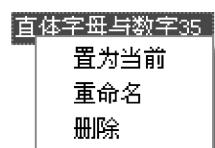

图 9-7 快捷菜单
8) 【置为当前】按钮。将在【样式 (S)】列表框中选中的样式置为当前样式。当需要以已有的某一文字样式标注文字时，应首先将该样式设为当前样式。利用【样式 (S)】列表框中的【文字样式控制】下拉列表框，可以方便地将某一文字样式设为当前样式。设置当前文字样式的方法有如下三种：
- ① 在【文字样式控制】下拉列表框的 命令中选择需置为当前样式的文字样式。
- ② 选择【格式】→【文字样式】命令，打开【文字样式】对话框，在【样式】列表框中选择需置为当前样式的文字样式，然后单击 按钮。
- ③ 打开【文字样式】对话框，在【样式】列表框中需置为当前样式的文字样式名称上单击鼠标右键，在弹出的快捷菜单中选择【置为当前】命令，如图 9-7 所示。